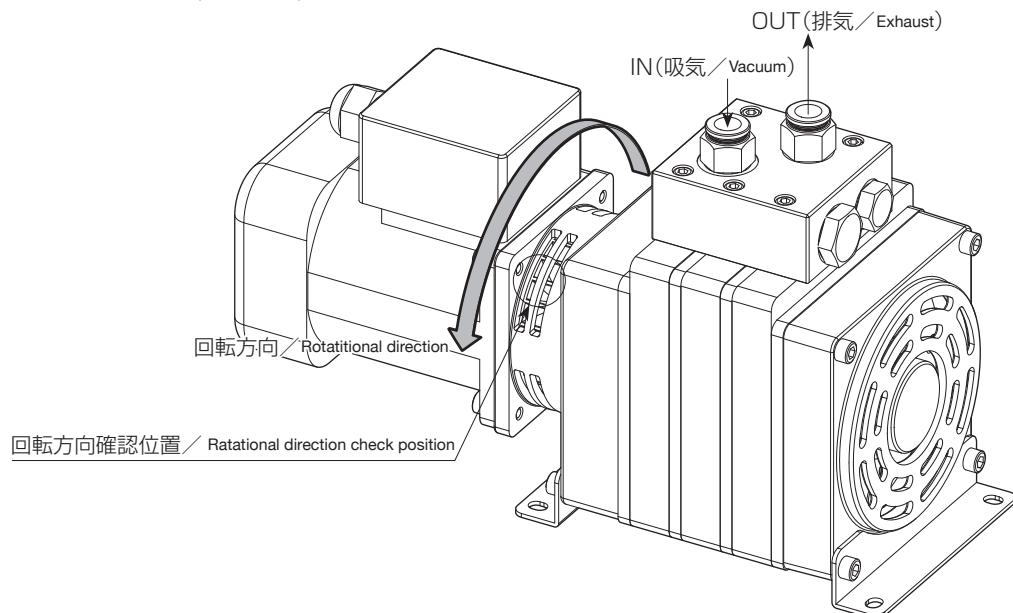

図2：ポンプ回転方向／Figure-2: Direction of Pump Rotation
- モータの回転方向は、ポンプ側から見て反時計方向になります。(図2参照)